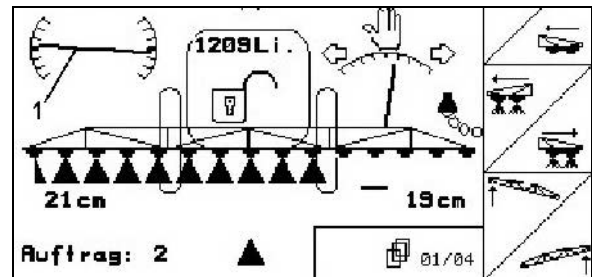

Fig. 85
2. Im Display zeigt das Symbol Neigungs-Verstellung (Fig. 85/1) die angewählte Spritz-Gestänge-Neigung. Hier ist die linke Spritz-Gestänge-Seite angehoben.